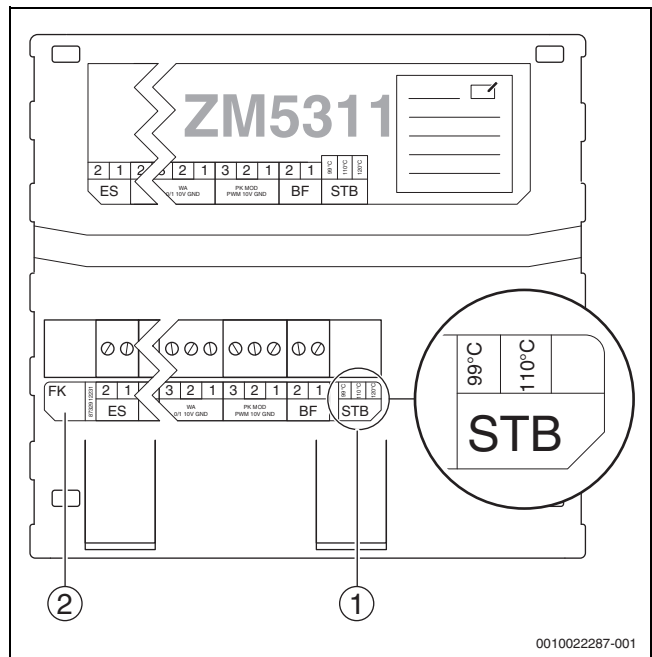

Рис. 24 Электронный предохранительный ограничитель температуры в ZM5311
**Максимально допустимая температура предохранительного ограничителя температуры** настраивается при помощи перемычки на центральном модуле ZM5311. Заводская установка 99 °C (→ рис. 24, [1]).